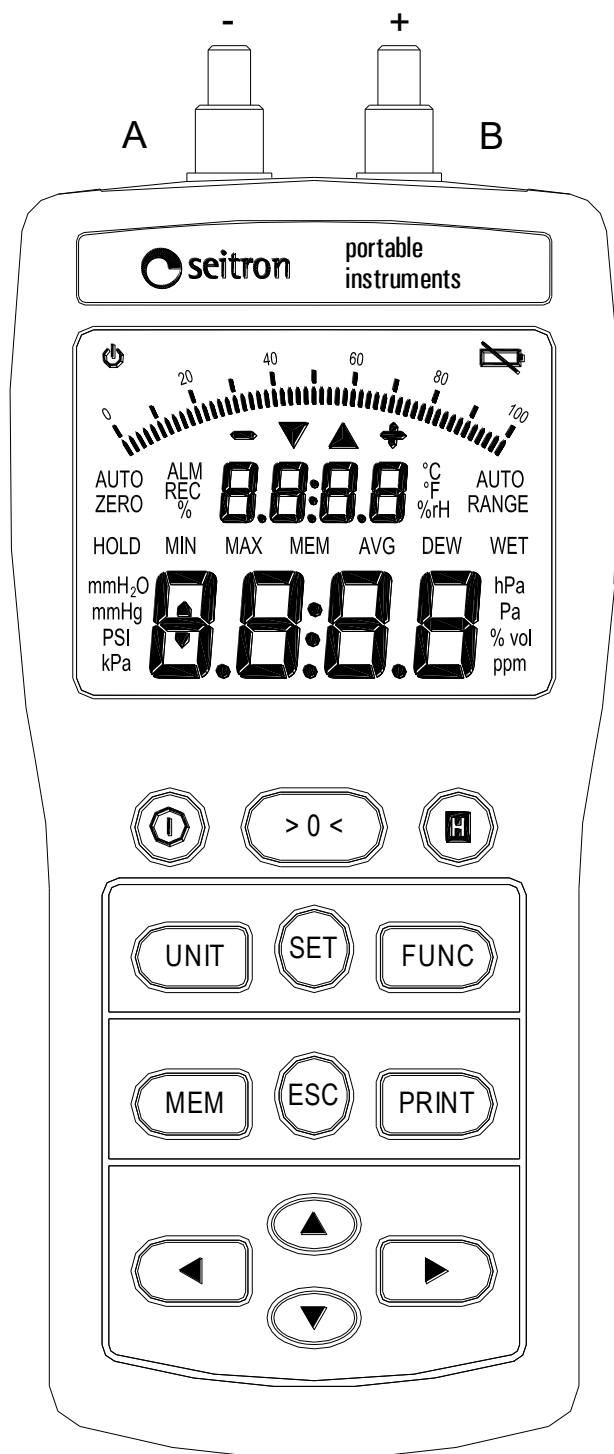

Fig. 1: Aspetto esteriore.
- Connettere i tubi in silicone forniti in dotazione agli ingressi positivo (b di fig. 1) e negativo (a di fig. 1) dello strumento.